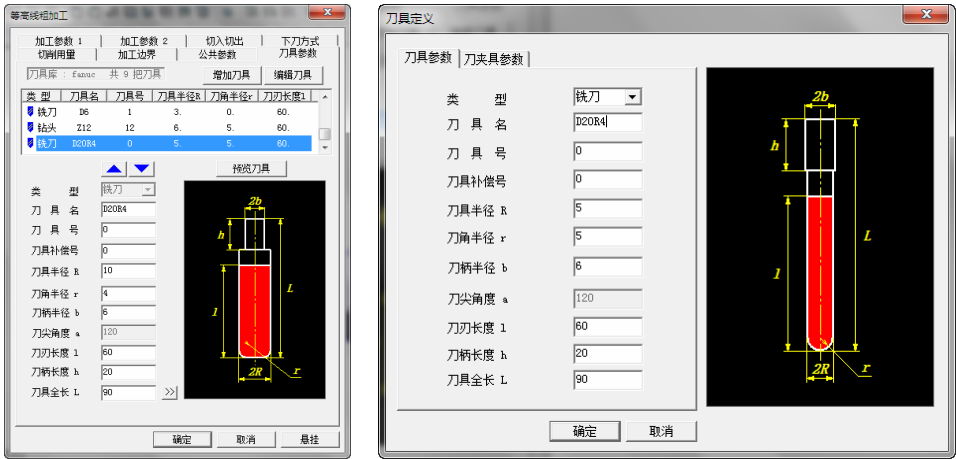

图 8-169 “刀具参数”选项卡
8) 单击“刀具参数”选项卡，单击“增加刀具”按钮，设置刀具名为 D20R4，D 代表刀具直径，R 代表刀具半径的平底刀，具体“刀具参数”数值如图 8-169 所示。